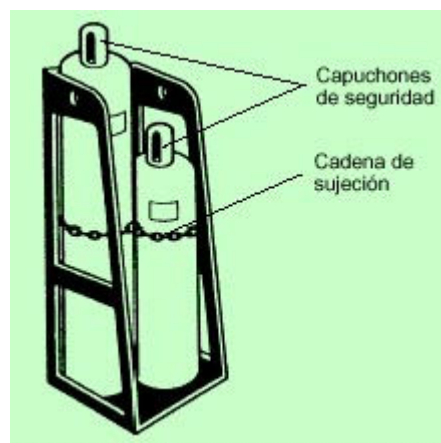

Fig. 4: Tipo de plataforma de transporte de botellas
- En caso de utilizar un equipo de mantenimiento mecánica para su desplazamiento, las botellas deben depositarse sobre una cesta, plataforma o carro apropiado con las válvulas cerradas y tapadas con el capuchón de seguridad (fig. 4).